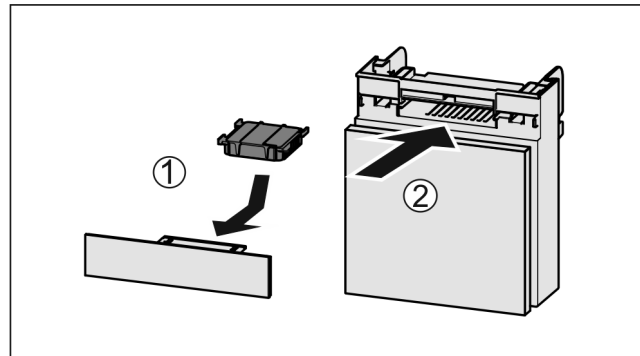

Fig. 112
- ▶ Поставете Fig. 112 (1) филтър с активен въглен, както е показано на фигурата.
- ▶ Вкарайте Fig. 112 (2) отделениято.